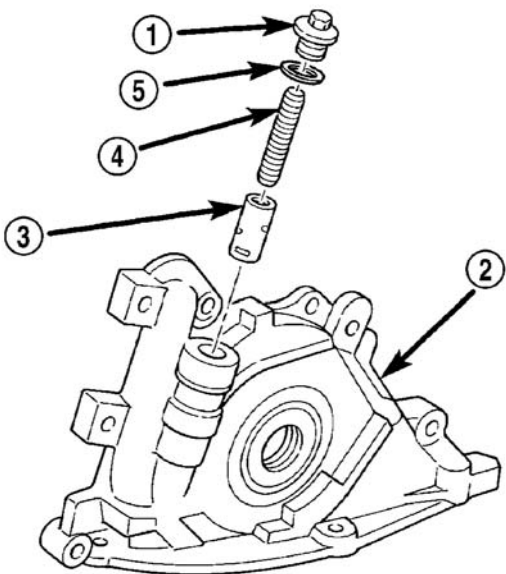

图 94 油压释放阀
- (1) 拆卸释压阀，步骤如下：
- (a) 从油泵上拆卸螺纹旋塞及衬垫（图 94）。
- (b) 拆卸弹簧及释压阀（图 94）。
注意：必须如(图 94)所示安装油压释放阀，否则会严重损坏发动机。
(4) 安装释压阀、弹簧、衬垫与帽，如(图 94)所示。将螺母拧紧至 $41\text{N} \cdot \text{m}$ ($30\text{ft} \cdot \text{lbs.}$)。